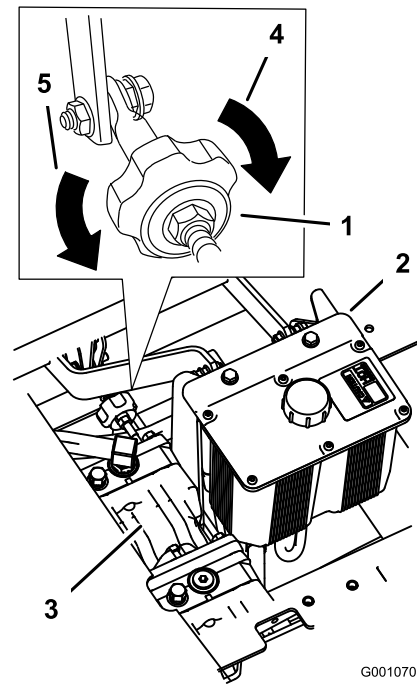

Bild 75
2. Stellen Sie die Länge der Pumpstange ein, indem Sie das Handrad an der Stange so weit in die entsprechende Richtung drehen, bis das Rad stillsteht oder sich leicht zurückdreht (Bild 75).